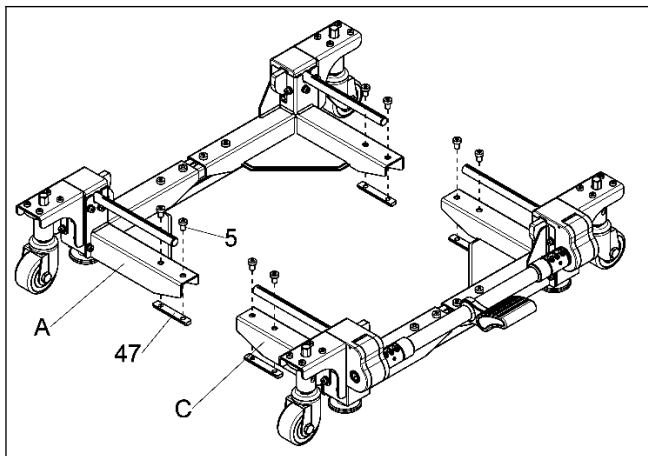

图 14
b.将步骤 a 拆下的紧固件“5”和锁紧块“47”预锁到后角架组件“A”和前角架组件“C”上。（见图 14）